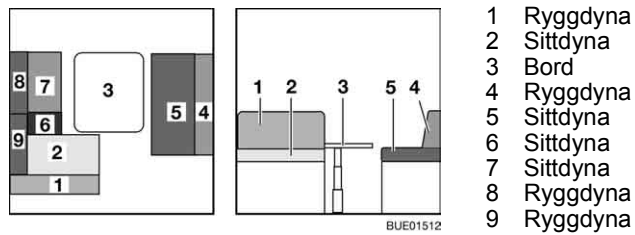

Bild 149 Före ombyggnaden
- Bygg om bordet (Bild 149,3) till sängbotten (se avsnitt 6.11).
- Tag bort ryggdynorna (Bild 149,1 och 8) och lägg dem åt sidan.